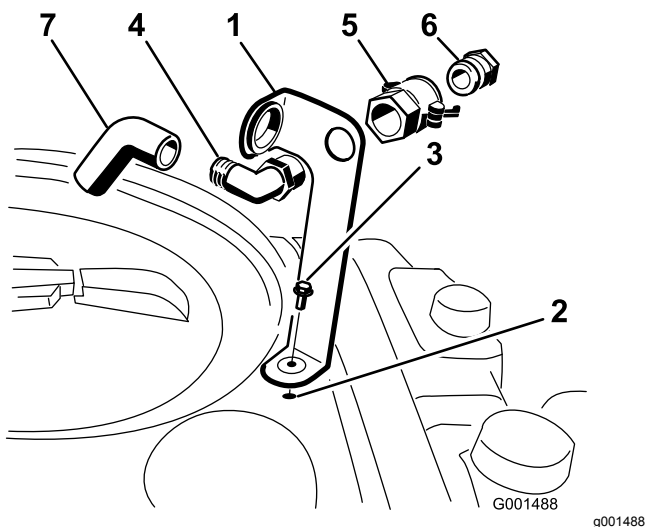

Figura 3
1. Coloque o suporte do recetáculo de enchimento sobre o orifício roscado no depósito e fixe-o com um parafuso de cabeça flangeada (5/16 x 3/4 pol.), como se mostra na Figura 3.
2. Coloque a parte roscada da ligação de cotovelo de 90° no suporte e aparafuse o acoplador rápido, fixando-o ao suporte (Figura 3).
3. Instale o adaptador da tubagem no acoplador rápido (Figura 3).
4. Bloqueie o adaptador na posição correta, girando as alavancas em direção ao adaptador, e depois fixe-as com os pernos de gancho (Figura 3).
5. Coloque o tubo antissifão pela abertura larga no suporte e pela extremidade dentada da ligação de cotovelo de 90° (Figura 3).